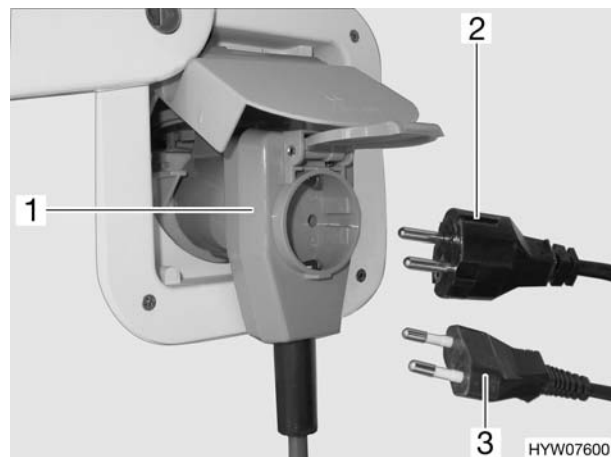

Fig. 55 Collegamento ad un connettore ad angolo provvisto di presa
► Se si impiega un connettore ad angolo CEE 17 provvisto di una presa integrata sulla parte posteriore (Fig. 55,1), utilizzare esclusivamente una spina IP 44 gommatata e sigillata con contatto di terra (Fig. 55,2). Non utilizzare una spina senza contatto di terra (Fig. 55,3). Pericolo di scarica elettrica!